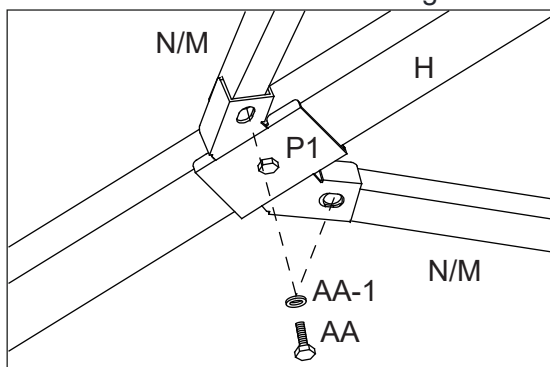

Figure 10-4
10.4 . Fixer les supports horizontaux du toit (N, M) au connecteur (P1) à l'aide des boulons (AA) et de la rondelle (AA-1). Voir figure 10-4.